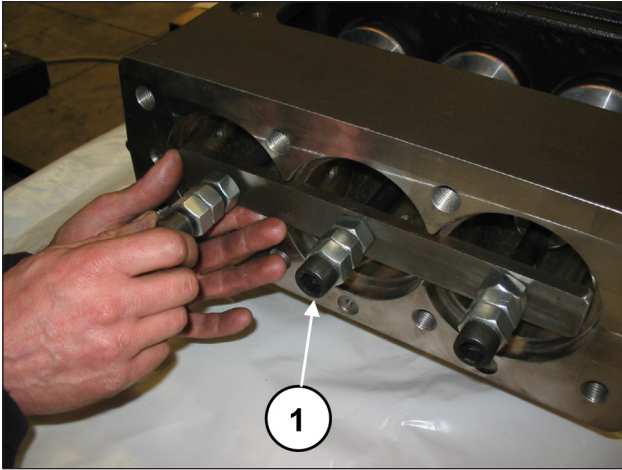
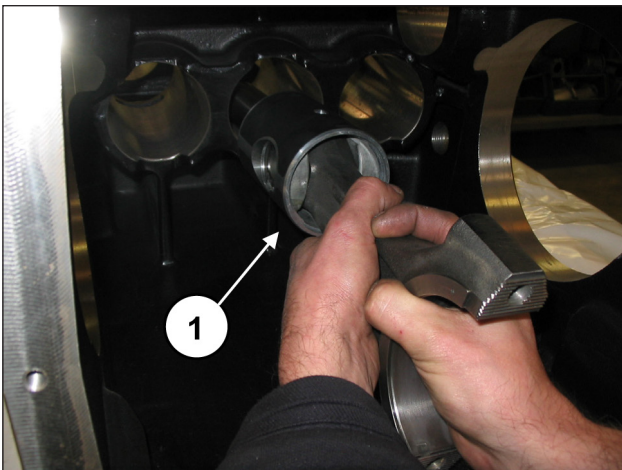

Fig. 41
Fig. 42
Dévisser les vis de l'outil réf. 27566200 pour débloquer les bielles (rep. ①, Fig. 41) puis dégager les ensembles bielle-guide de piston par l'ouverture arrière du carter (rep. ①, Fig. 42).
Après s'être assuré que le carter est propre, insérer l'ensemble demi-bielle/guide de piston dans les tiges du carter (rep. ①, Fig. 42).
Bloquer les trois groupes à l'aide de l'outil réf. 27566200 (rep. ①, Fig. 41).
Déposer l'outil de blocage des bielles réf. 27566200 (rep. ①, Fig. 41) et faire coulisser les bielles en arrière jusqu'à ce qu'elles entrent en contact avec le vilebrequin.